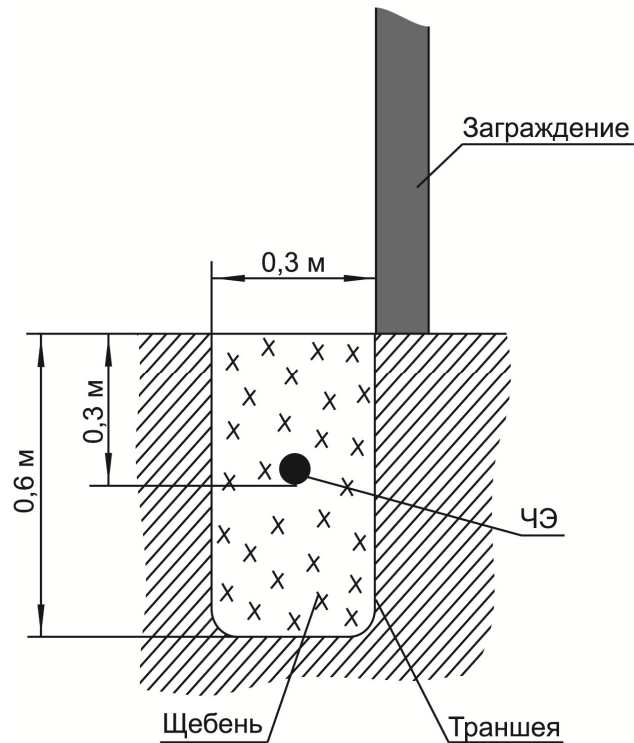

Рис. 7.1 - Схема расположения траншеи относительно ограждения
- 7.1.1. Вровень с плоскостью ограждения выкопайте траншею, длина которой соответствует длине участка охраняемого рубежа, ширина – 0,3 ± 0,1 м, глубина – 0,6 ± 0,1 м. Схема расположения траншеи относительно ограждения приведена на Рис. 7.1.